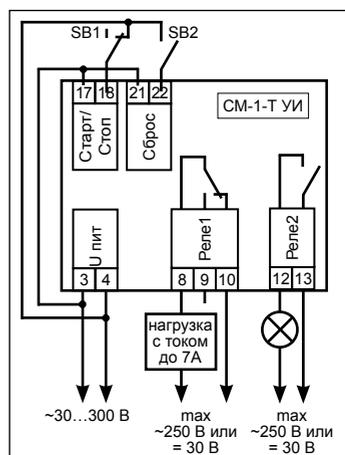

Рисунок 3. Подключение СМ-1-Т УИ
6.4 Только для версии СМ-1-Т УИ: отсчёт времени начинается или возобновляется при подаче переменного напряжения 30-300 В (50/400 Гц) на вход «Старт/Стоп» (Рисунок 3). Для ручного управления счётчиком можно подключить переключатель или тумблер. При отключении напряжения на входе «Старт/Стоп» отсчёт времени приостанавливается.
7.1 Только для версии СМ-1-Т УИ: при включении питания счётчик проверяет, есть ли на входе «Сброс» переменное напряжение 30-300 В (50/400 Гц) (Рисунок 3). При отсутствии такого напряжения на дисплей выводится надпись [ arel.ru ], затем обозначение типа счётчика [ cnt\_Fi ] (Фискальный) и младшая часть его значения в минутах и секундах [ MM.CC ]. Задержка от момента включения до начала счёта — 2 сек. При наличии напряжения на входе «Сброс» на дисплей сразу выводится младшая часть значения фискального счётчика в минутах и секундах [ MM.CC ]. В этом случае задержка от момента включения счётчика до начала отсчёта времени — 0 сек.